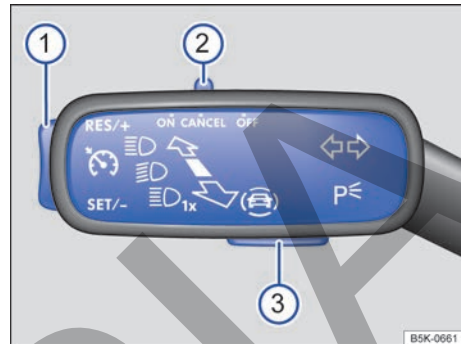

Fig. 113 En el lado izquierdo de la columna de dirección: mando y teclas para manejar el limitador de velocidad.
– Desplace el mando → **fig. 113** ② a la posición **ON**.